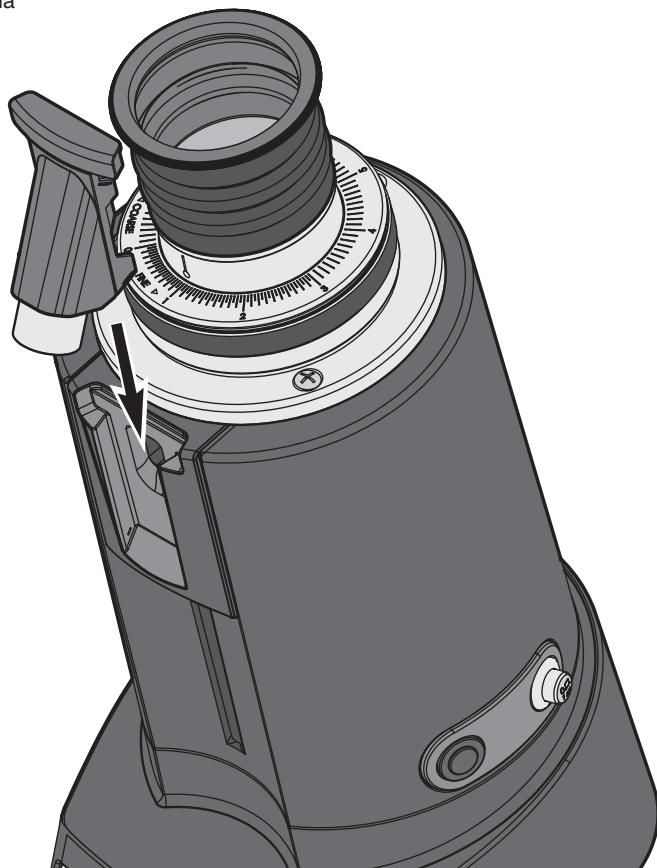

Fig. 3
5. Posizionare **la bocchetta erogatrice** inserendola **nella sua sede** (vedere Fig. 3).